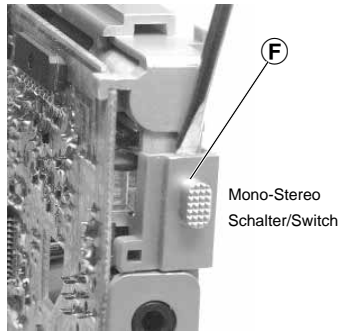
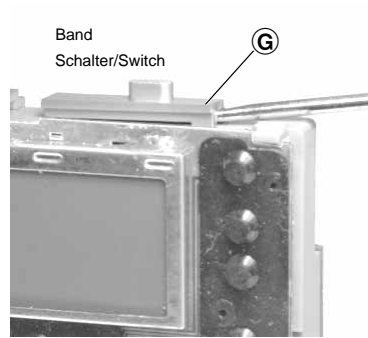

Fig. 4
Fig. 5
- 2 Schaltschieber ⑥ (Fig. 4) und ⑦ Fig. 5 vorsichtig abhebeln.
- Lever off the 2 switch sliders ⑥ (Fig. 4) and ⑦ Fig. 5 carefully.